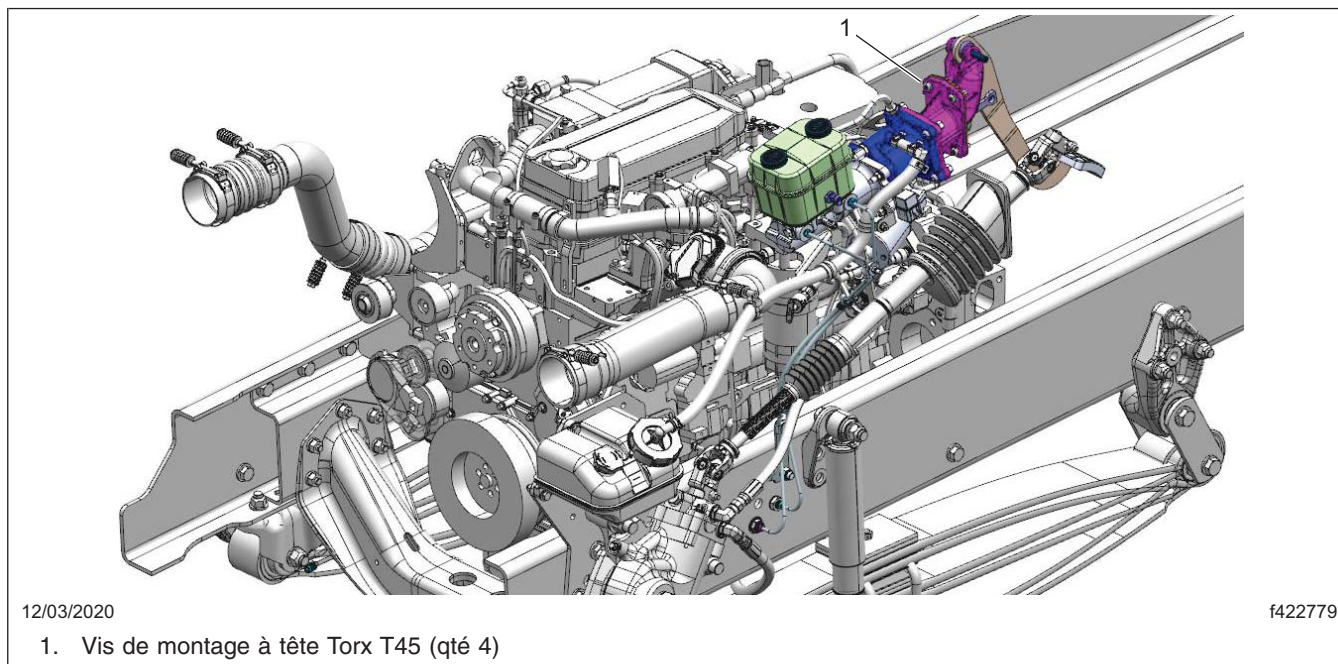

Fig. 11, Retrait des 6 vis de montage à tête Torx T45
9. Retirez les quatre vis de montage à tête Torx T45MD qui fixent le boîtier de la pédale réglable au pare-feu, puis mettez-les au rebut. Reportez-vous à la **Figure 11**, élément 1.